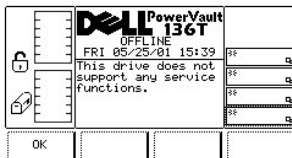

Abbildung 120. Dialogfeld "Service" > "Drives Service"
- 1 Wenn die Taste unter dem Softkey **OK** gedrückt wird, werden die aktuellen Feldwerte übernommen, und das Untermenü "Drive Service Function" wird angezeigt (siehe Abbildung 120).
Wenn das Laufwerk ausgewählt wird, wird das Dialogfeld "Drive Service" angezeigt (siehe Abbildung 120).